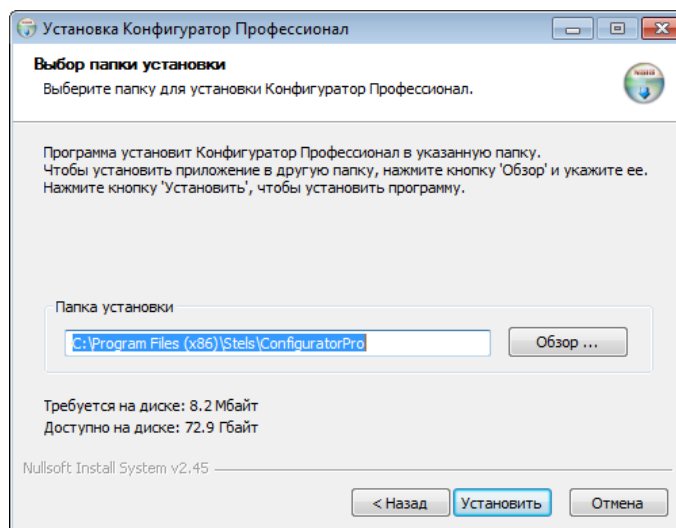

Рисунок 5.3 – Окно Выбор папки установки
5. В следующем окне укажите папку установки и нажмите кнопку  (см. рисунок 5.3).